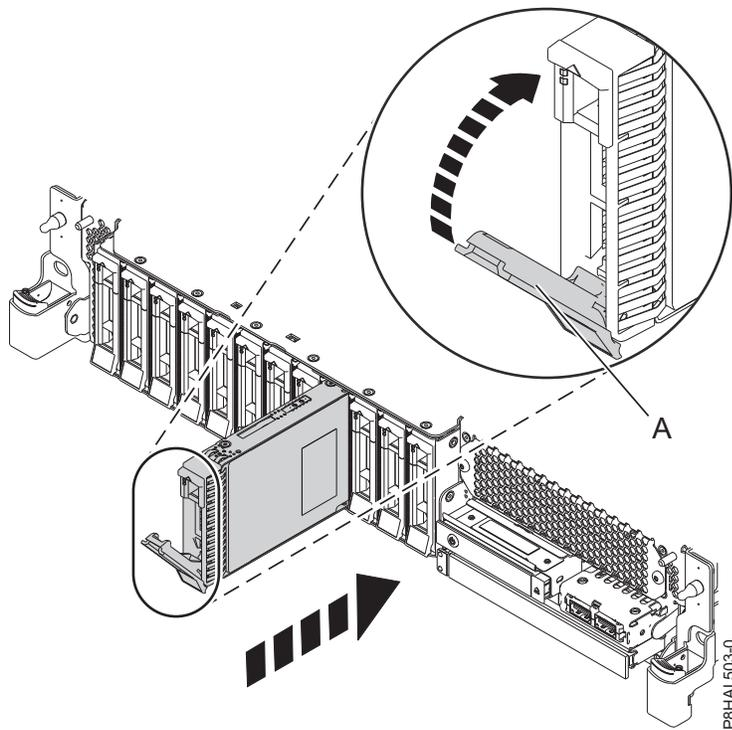
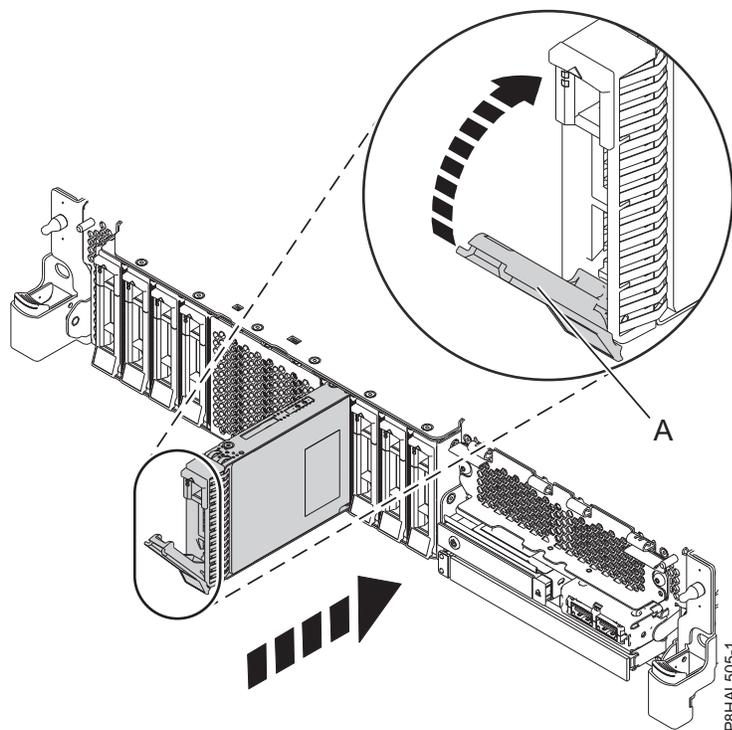

Figura 13. Instalar uma unidade de disco num sistema de função base
Figura 14. Instalar uma unidade de disco num sistema de função expandida
4. Desbloqueie a pega do compartimento de unidade (A) apertando-a e puxando-a para fora. Se a pega não estiver completamente fora, a unidade não deslizará para dentro do sistema. Consulte a Figura 13 na página 19 e a Figura 14 na página 19.
8. Quando o LED identificador permanece ligado, deslize a unidade completamente para o sistema e empurre a pega de transporte da unidade (A) até bloquear, como é apresentado na imagem que se segue. Figura 13 na página 19 e a Figura 14 na página 19.